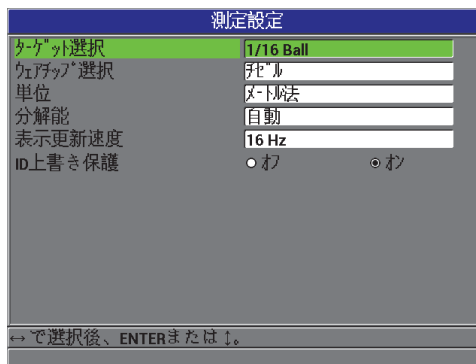

図 6-1 測定設定画面
1. 測定画面で、[設定メニュー]を押してから、測定を選択し測定設定画面を表示します（111 ページ図 6-1 参照）。